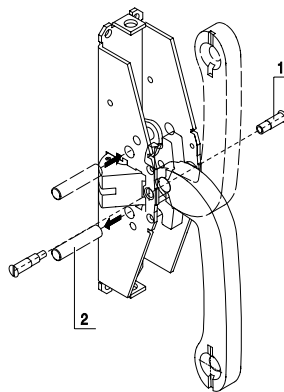

FIG. 6
5) **DETERMINAZIONE MANO DEL MANIGLIONE:** L'articolo viene fornito di mano SX (fig. 1), per cambiare mano eseguire le seguenti operazioni sulla **SCATOLA PRINCIPALE:** (fig. 6). Svitare il perno staffa, sfilare i due perni. Ruotare la staffa di 180°, sfilare la spina da 8 mm dalla sua posizione ed inserirla dalla parte opposta (fig. 6) (nel caso il passaggio fosse impedito dal perno di arresto scrocco, spingerlo in avanti fino a liberare il passaggio ed inserire la spina). Riavvitare il perno staffa.
5) **DETERMINING THE DIRECTION OF THE PANIC EXIT DEVICE:** the article comes supplied as SX left-handed (Fig. 1), to change this carry out the following operations on the **MAIN CASING:** (Fig. 6) Unscrew the rod stirrup bracket, pull out the two rods. Rotate the stirrup bracket 180 degrees, pull out the 8 mm pin from its position and insert it in the opposite part (Fig. 6) (in the event that the passageway is obstructed by the latch-bolt arrest pin, push it forward until the way is free and insert the pin). Rescrew the stirrup bracket.
5) **DÉTERMINATION DE LA MAIN DE LA POIGNEE ANTI-PANIQUE:** L'article est fourni de main GAUCHE (fig. 1), pour changer de main, effectuer les opérations suivantes sur le **COFFRE PRINCIPAL:** (fig. 6). Dévisser l'axe de la bride, retirer les deux axes. Tourner la bride de 180°, retirer la goupille de 8 mm par rapport à sa position et l'introduire du côté opposé (fig. 6) (si le passage est empêché par l'axe d'arrêt du pêne, le pousser vers l'avant pour libérer le passage et introduire la goupille). Revisser l'axe de la bride.
5) **DETERMINACIÓN DE LA MANO DE LA BARRA:** El artículo es suministrado en posición de mano izquierda (Fig. 1). Para cambiar de mano, realice las siguientes operaciones en el **COFRE PRINCIPAL:** (Fig. 6). Desenrosque el perno de la abrazadera, extraiga los dos pernos. Gire la abrazadera 180°, extraiga la clavija de 8 mm de su posición e introdúzcala por la parte opuesta (Fig. 6). (Si el pasaje es impedido por el perno de parada del pestillo, empújelo hacia delante hasta liberar el pasaje e inserte la clavija). Enrosque nuevamente el perno de la abrazadera.
5) **BEPALING VAN DE RICHTING VAN HET ANTI-PANIEKSLOT:** Het artikel wordt standaard voor linksdraaiende deuren geleverd (afb. 1), om de draairichting te veranderen, de volgende handelingen op de **HOOFDKAST** uitvoeren: (afb. 6). De beugelpin losdraaien en de twee pinnen uittrekken. De beugel 180° draaien, de 8 mm pin uittrekken en in de juiste positie aan de tegenover gestelde zijde insteken (afb. 6) (mocht de stoppin van de schoot het inschuiven verhinderen, de schoot naar voren duwen. De beugelpin weer vastdraaien).
5) **BESTIMMUNG DER TÜRDRÜCKER-ÖFFNUNGRICHTUNG:** Der Artikel wird mit nach links gerichteter Öffnung (Abb. 1) geliefert. Um die Öffnungsrichtung zu ändern, geht man folgendermaßen vor: **AUF DEM HAUPTKASTEN** (Abb. 6) schraubt man den Bügelstift ab und zieht dann die beiden Stifte heraus. Dann dreht man den Bügel um 180°, zieht den 8-mm-Dorn aus seiner Position und setzt ihn auf der gegenüberliegenden Seite wieder ein (Abb. 6). (sollte der Durchgang aufgrund des Fallensperstiftes behindert sein, schiebt man ihn einfach nach vorne, so dass der Durchgang frei wird und setzt den Dorn ein). Jetzt schraubt man den Bügelstift wieder an.